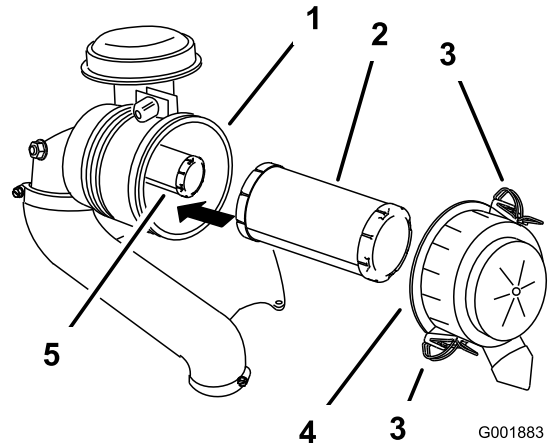

Figura 31
3. Abra los cierres del limpiador de aire y tire de la tapa del limpiador de aire para separarla del cuerpo del limpiador de aire (Figura 31).
5. Extraiga con cuidado el filtro primario del cuerpo del limpiador de aire (Figura 31).
2. Si va a cambiar el filtro de seguridad, deslícelo cuidadosamente en el cuerpo del filtro (Figura 31).
3. Deslice cuidadosamente el filtro primario por encima del filtro de seguridad (Figura 31).
4. Instale la tapa del limpiador de aire con el lado que lleva la palabra **up** hacia arriba, y fije los cierres (Figura 31).